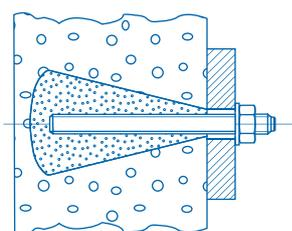

Рис. 12
- Комбинированная анкеровка (рис. 12) — совокупность двух видов анкеровки.